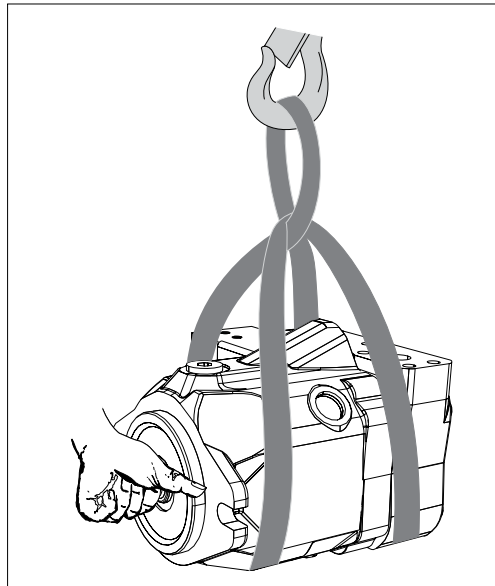

图 5: 使用提升带运输
- ▶ 将提升带缠绕在轴向柱塞单元上，但请勿将提升带置于附件（例如：阀）之上，也不要通过此类附件吊挂轴向柱塞单元（参见图 5）。